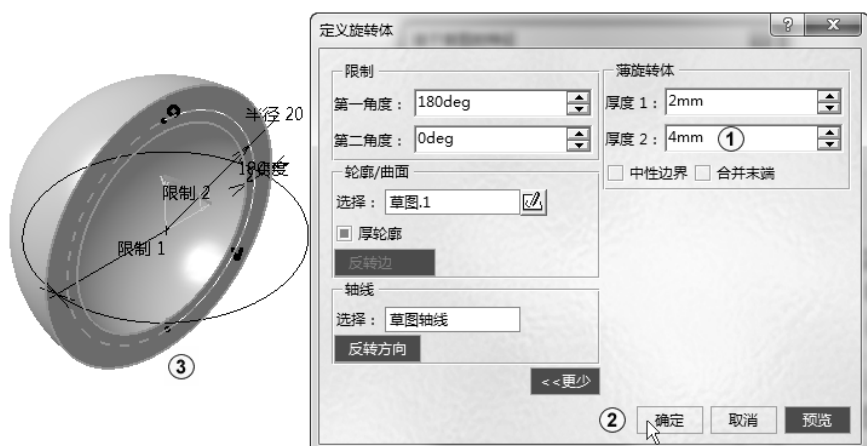

图 3-33 选中两个厚度断面创建的旋转
双击“旋转体.1”，系统弹出“定义旋转体”对话框，在“薄旋转体”选项组的“厚度2”文本框中输入4，其他为默认值，单击“确定”按钮，如图3-33中①~③所示。可以看到由草图向内加厚2，向外加厚4后的旋转效果。